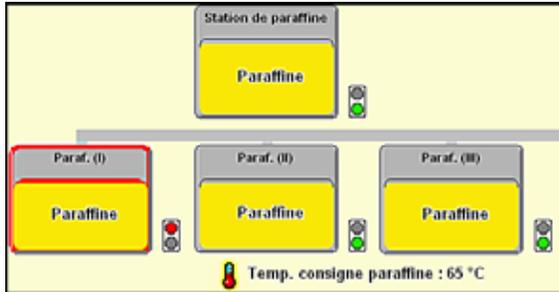

Fig. 42
- Une fois le bain de paraffine sorti, celui-ci apparaît dans un cadre rouge (fig. 42) et le voyant adjacent au bain devient rouge.